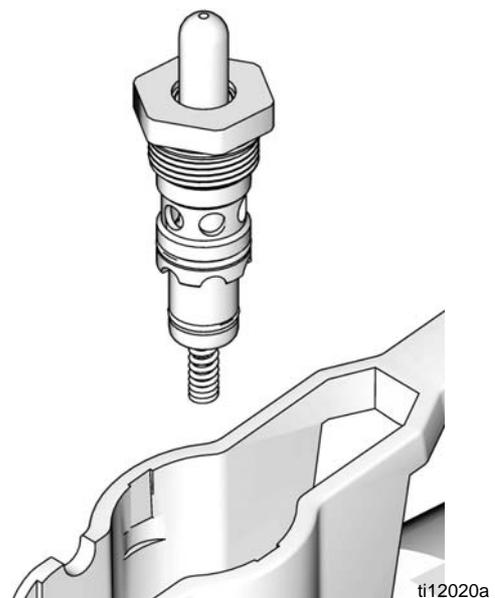

FIG. 18
5. Aplique grasa a los hilos del cartucho de la válvula (13) y alrededor de la junta o-ring.
6. Vuelva a instalar el conjunto completo en la carcasa del medidor (FIG. 18).